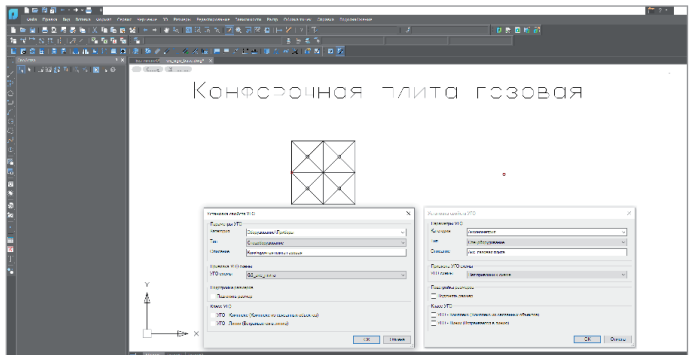

Рис. 9
- задайте параметры УГО. В какую категорию заносить созданные обозначения, вы решаете самостоятельно. Один из возможных вариантов показан на рис. 9;